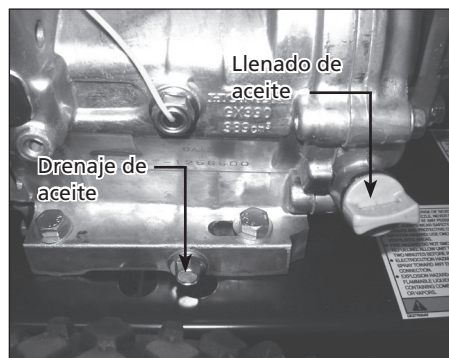

Figura 12 - Puntos de drenaje y llenado
- Localice y retire el tapón de drenaje de aceite del motor (vea la figura 12).